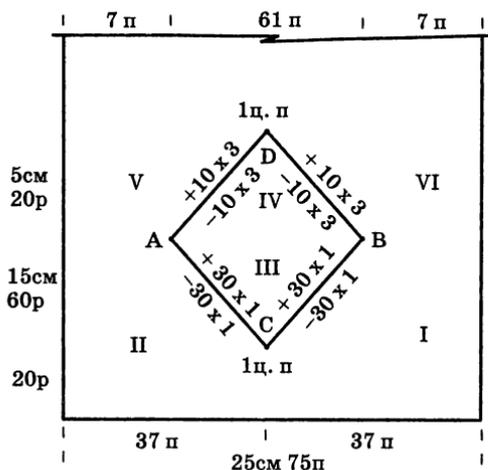

Рис. 62. Отделочный четырехугольник, образованный двумя равнобедренными треугольниками
**Пример расчета и выполнения четырехугольника** (рис. 62). Четырехугольник представляет собой сочета-